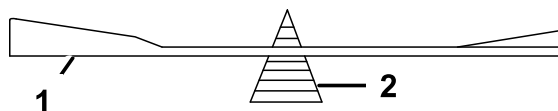

Figura 79
2. Controllate l'equilibrio della lama posizionandola su un bilanciatore (Figura 79).